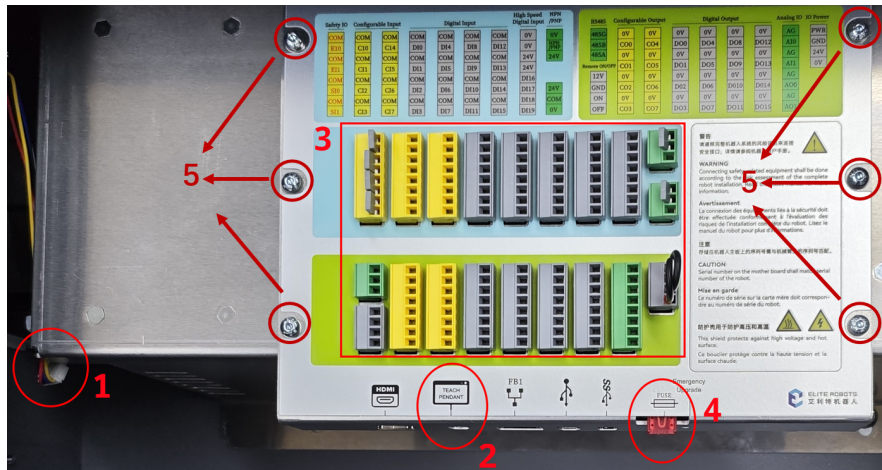

图 3-25: 拆除或断开位置
2. 拆除或断开如下部位，如图 3-25 所示；
11. 接上风扇的连接线，插上示教器线缆，插上保险丝和 I/O 插头，如图 3-25所示；